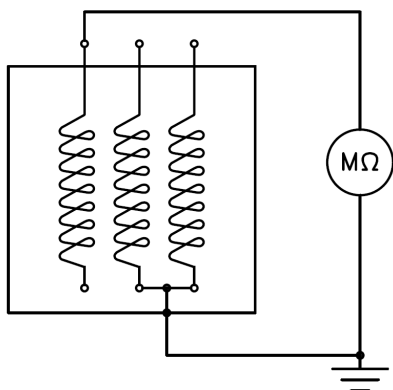

Figure 1
- En ce qui concerne les enroulements du **stator principal**, la mesure de la résistance d'isolement devra être exécutée en ayant l'avertissement de déconnecter les dispositifs de régulation (régulateur de tension ou autes dispositifs) ou autres eventuel dispositifs du groupe. La mesure sera effectuée entre une phase e la masse, avec les deux autres phases connecté à la masse (procéder de la même manière pour les autres phases). (voir **figure 1**)